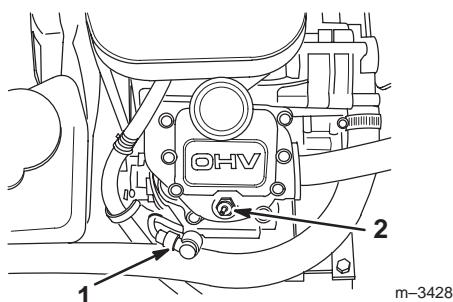

Figure 34
3. Débranchez les fils des bougie (Fig. 34).
3. Rebranchez les bougies (Fig. 34).